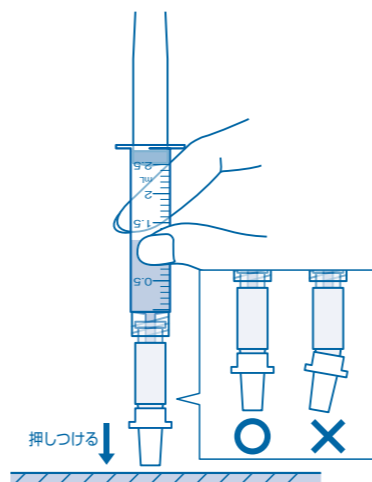

図12
⑫平らな面にチップを押しつけ、チップがまっすぐ付き、コネクタとチップの間にゆりがないことを確認します。(図12)